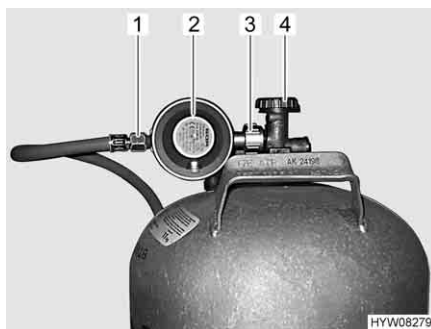

Fig. 88 Raccordo bombola del gas
- Chiudere la valvola principale di arresto (Fig. 88,4) della bombola del gas. Osservare la direzione della freccia.
- Tenere fermo il regolatore di pressione del gas (Fig. 88,2) e aprire il dado zigrinato (Fig. 88,3) (nella filettatura sinistra).
- Rimuovere il regolatore di pressione del gas con il tubo del gas (Fig. 88,1).
- Collocare il regolatore di pressione del gas (Fig. 88,2) con il tubo del gas (Fig. 88,1) sulla bombola del gas e serrare il dado zigrinato (Fig. 88,3) (generalmente filettatura sinistra). **Non** tirare con molta forza.